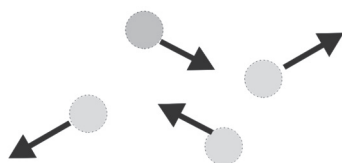

Figura 2.3: As moléculas de um gás ideal são tratadas como pequeníssimas bolas duras, que se encontram em um movimento constante e desordenado.
3. As moléculas são tratadas como partículas, semelhantes a bolas de bilhar rígidas, que interagem elasticamente quando colidem, conforme demonstrado na **Figura 2.3**.